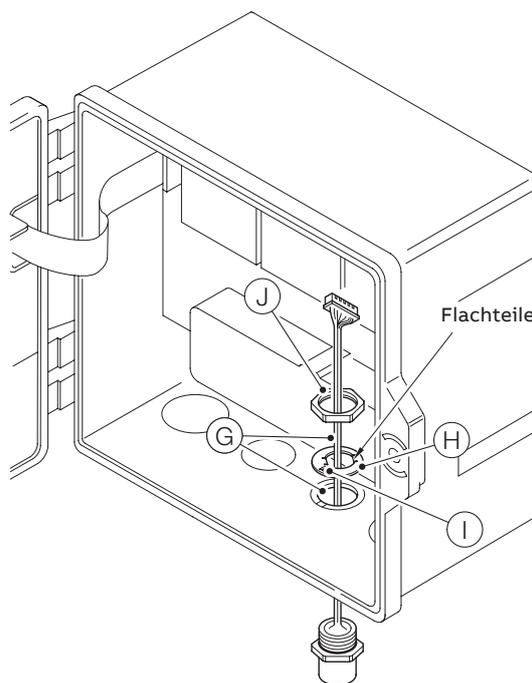

Abbildung 6 Vorbereitung der EZLink-Schottverschraubungsbevestigungen
Siehe Abbildung 6:
- 7 Schieben Sie die Ausrichtungslasche (I) in den Schlitz der Abdeckplatte (K) in dem Gehäuseschlitz.
- 8 Setzen Sie das Steckergehäuse der EZLink-Schottverschraubung (L) vollständig in die Kabeleinführung ein und richten Sie es mit den flachen Unterlegscheiben an dem Steckergehäuse der Schottverschraubung aus (siehe Abbildung 6, Punkt (H)).
- 9 Schrauben Sie die Kontermutter (J) auf das Steckergehäuse der Schottverschraubung und ziehen Sie sie mit einem Anzugmoment von 3 bis 4 N/m mit einem Drehmomentschlüssel an.